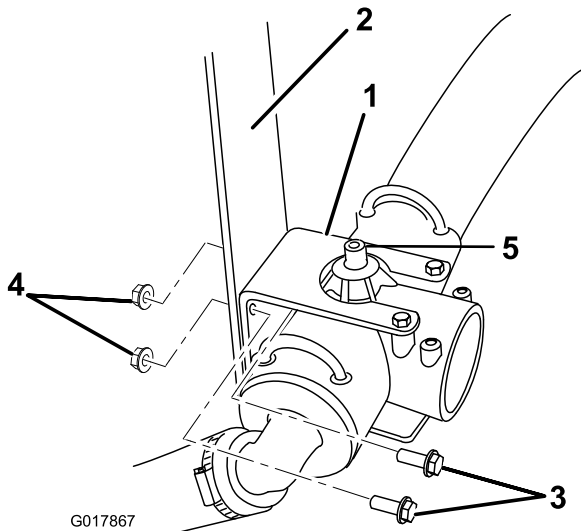

Figura 8
2. **Solo irroratrice Multi-Pro 1200:** Scollegate il piccolo tubo rosso dell'indicatore di pressione dal raccordo verde sulla cima del raccordo a T (Figura 8).
3. Rimuovete i due bulloni e i due dadi che fissano il raccordo a T e la relativa staffa di montaggio al veicolo (Figura 8). Conservate gli elementi di fissaggio per il loro successivo riutilizzo.